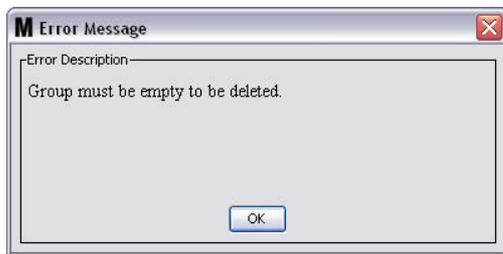

FIG. 130
- a. Si le dossier du groupe contient des réservoirs et/ou des compteurs, une boîte de dialogue contenant un message d'erreur comme celui illustré dans la FIG. 130 s'affiche pour vous rappeler que le dossier doit être vide pour pouvoir le supprimer. Cliquez sur "OK" pour fermer la fenêtre et enregistrer les modifications.